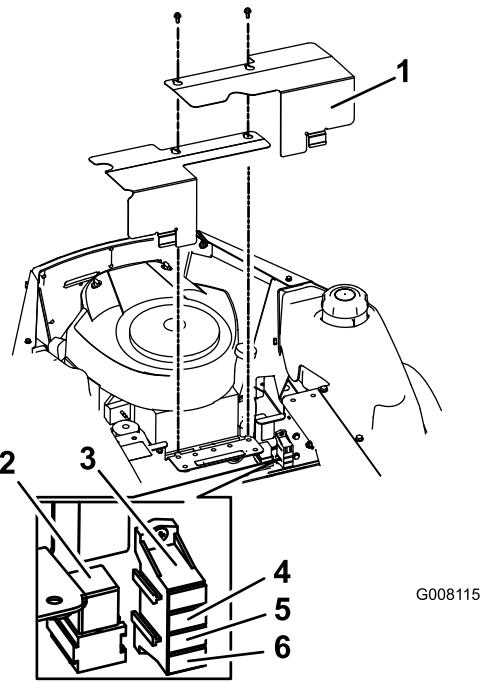

Figura 40
- Levante el asiento para tener acceso al portafusibles (Figura 40).
2. Retire las tapas según se muestra en Figura 40.